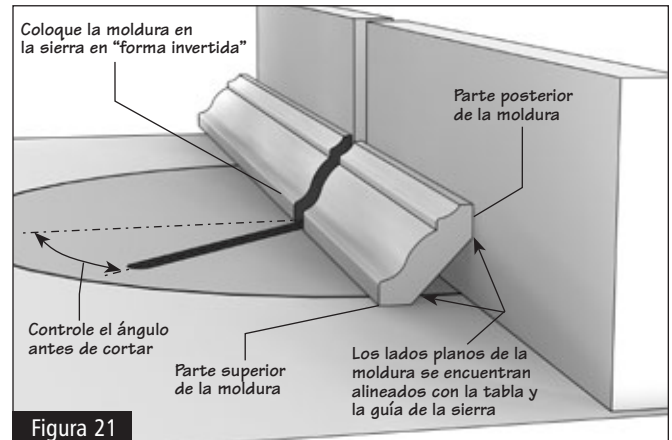

Figura 21
7.4 Al cortar una moldura, recuerde que la posición adecuada de la moldura en la caja para corte en ángulos es de manera invertida con el borde inferior reposando sobre la guía. (Figura 21)